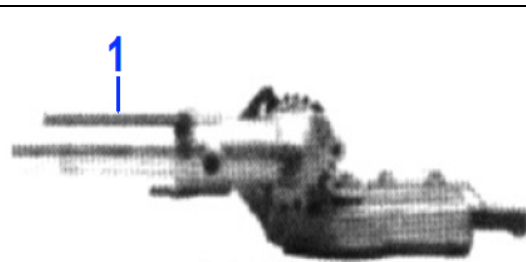

Fig.HT6
3. Tout en maintenant la serrure de verrou, pivotez la lame de coupe en utilisant le levier de réglage jusqu'à ce qu'il soit droit (aligner avec le tube externe, pivotement à 180°). (Fig.HT6).